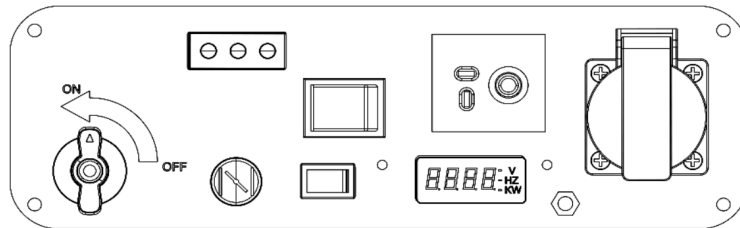

Figura 6. Manopola della valvola del carburante in posizione aperta.
4.1 Aprire la valvola del carburante, vedere la figura 6.